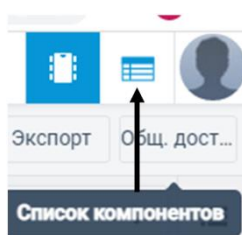

Рисунок 2.
10. Сохраните изображение схемы (в рабочем состоянии) и результатов моделирования в рабочую папку Олимпиады: скриншот схемы цепи с измерительными приборами в файле *shema.doc* и скриншот со списком компонентов в файле *komponent.doc* или файл *komponent.xls* (используя опцию «Список компонентов» (рис. 2)).